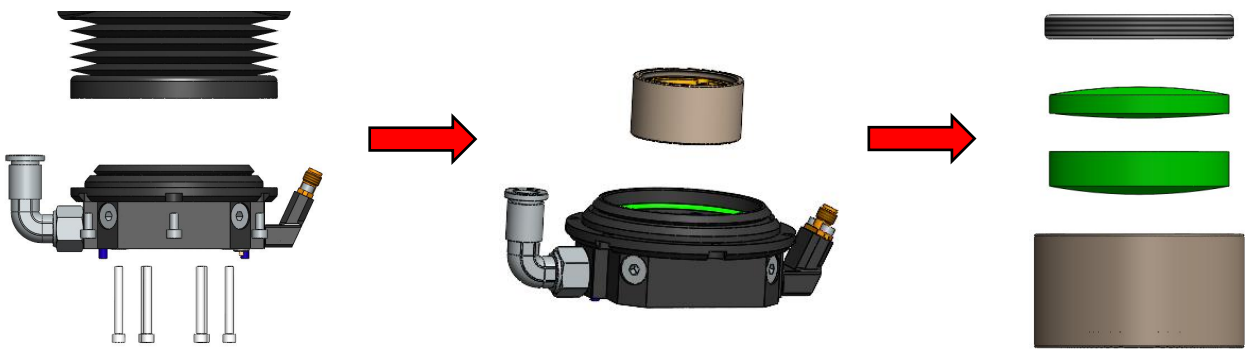

图3.2
① 如下图3.2所示，将聚焦镜筒聚焦镜筒放置型腔同传感器组件一起取下，使用3mm内六角扳手将调中螺丝拧松，取出聚焦镜座后退出镜片压圈，将镜片取出与跟换。